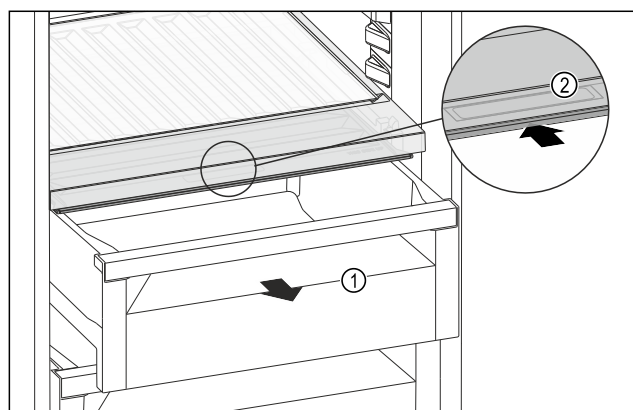

Fig. 139
- Estrarre il cassetto Fig. 139 (1).
- Afferrare la maniglia incassata Fig. 139 (2) sul coperchio dello scomparto e spingere allo stesso tempo all'indietro il coperchio dello scomparto.